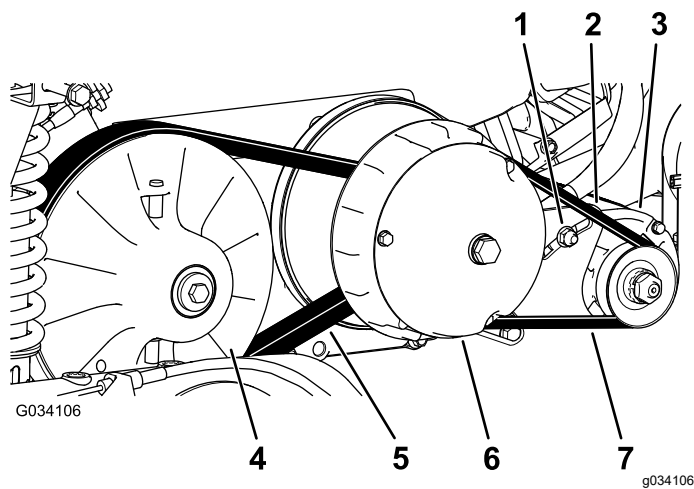

Figure 64
6. Faites tourner la courroie (Figure 64) pour vérifier qu'elle n'est pas excessivement usée ou endommagée.
3. Faites tourner la courroie et faites-la passer sur l'embayage secondaire (Figure 64).
4. Enlevez la courroie de l'embayage primaire (Figure 64).
5. Placez la courroie neuve sur l'embayage principal (Figure 64).
6. Faites tourner la courroie et faites-la passer sur l'embayage secondaire (Figure 64).
2. Desserrez l'écrou de pivot de l'alternateur (Figure 64).
4. Appuyez sur le levier pour faire pivoter le démarreur vers le bas dans la fente jusqu'à ce que la tension de la courroie produise une flèche de seulement 6 mm ($\frac{1}{4}$ po) quand une force de 44 N·m (10 pi-lb) est appliquée (Figure 64).
5. Resserrez l'écrou de pivot à la main et enlevez le levier (Figure 64).